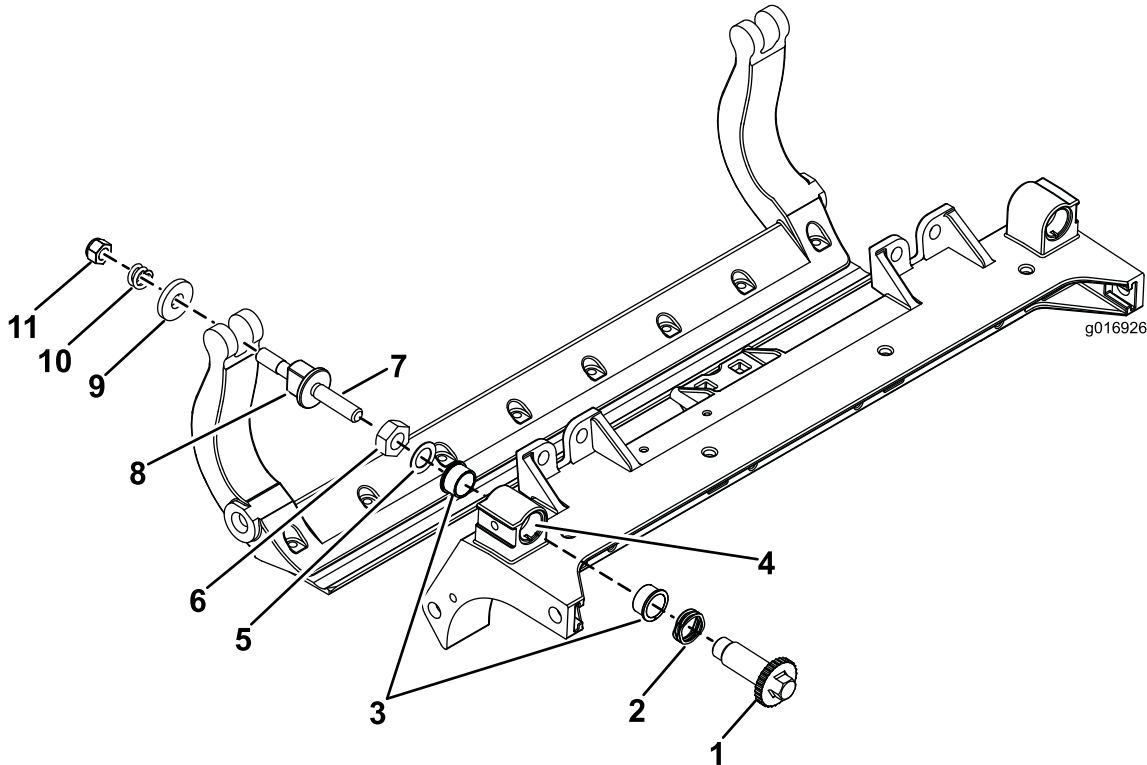

图34
1. 拆除所有零件请参阅 HD DPA 套件型号 120-7230 安装说明和图34。
2. 将防粘剂涂抹到滚刀组承载架的轴套区内侧图34。
3. 将凸缘轴套上的键与机架的槽对准然后安装轴套图34。
4. 将一个波形垫圈安装到调节器轴上然后调节器轴滑入滚刀组机架中的凸缘轴套内 图34。
5. 使用扁平垫圈和锁紧螺母固定调节器轴 图34。上紧锁紧螺母扭矩至 2027N m。
注意 将尼龙垫圈放在侧板凸起的两侧。在两个尼龙垫圈的外侧各放一个钢垫圈 图34。